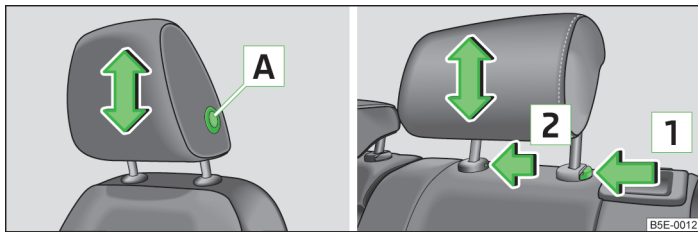

Fig. 49 Appuie-tête : Avant/arrière
➤ Attrapez les **appuie-tête avant** par les côtés des deux mains, appuyez sur le bouton de blocage [A] » fig. 49, maintenez-le enfoncé et faites coulisser l'appuie-tête.
➤ Attrapez l'**appuie-tête arrière** par les côtés des deux mains et faites-le coulisser vers le haut ou le bas » fig. 49.
- Poussez la touche de verrouillage dans le sens de la flèche [1] » fig. 49, poussez en même temps le verrouillage dans l'ouverture [2] au moyen d'un tournevis plat d'une épaisseur de 5 mm max. et sortez l'appuie-tête.